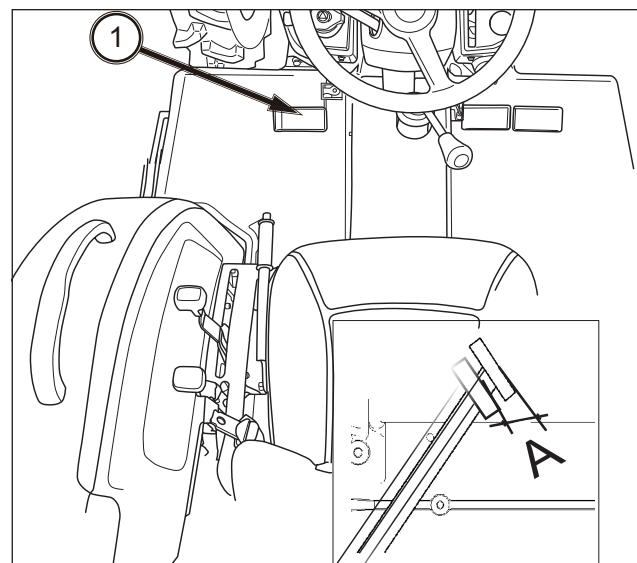

FIG. 139
FIG. 139 : contrôlez régulièrement la garde de l'embrayage et réglez-la en cas de besoin. La garde de la pédale d'embrayage (A) est correcte quand elle est comprise entre 20 et 30 mm en mesurant à l'arrière de la pédale, comme illustré.